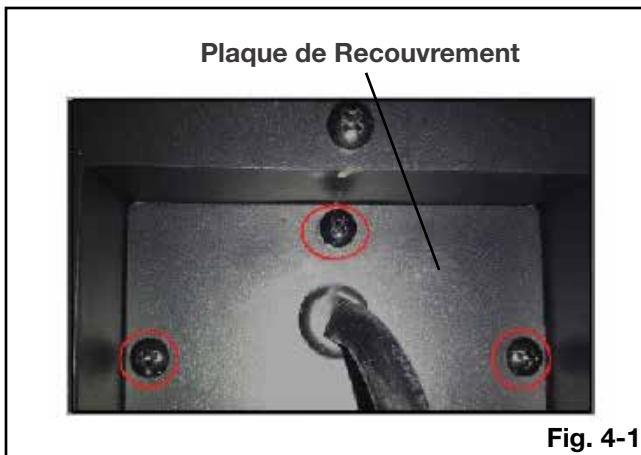

Fig. 4-1
1. Retirez la plaque de recouvrement du côté droite inférieure de l'appareil en retirant les 3 vis (**Fig. 4-1**).